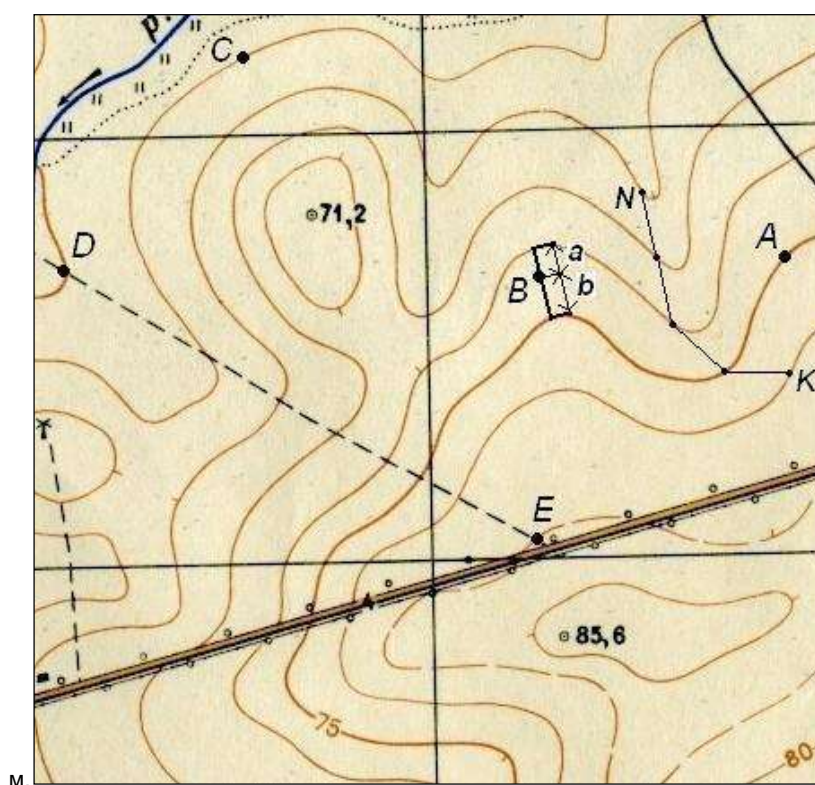

Рис. 1. Определение отметок точек по карте с горизонталями
**Горизонталью** называется кривая линия, соединяющая все точки местности с одинаковыми отметками. Отметка горизонталей кратна высоте сечения рельефа. Под графиком линейного масштаба на карте подписано: сплошные горизонтали проведены через 5 метров, то есть высота сечения рельефа  $h$  равна 5 м. При такой высоте сечения горизонтали с отметкой кратной 25 м изображаются на карте утолщенными линиями. Если высота горизонтали кратная 5 или 10 м, ее подписывают в разрыве. Подписи наносят таким образом, чтобы верх цифр указывал сторону повышения рельефа. На рис. 1 подписаны горизонтали с отметкой 75 м и 80.